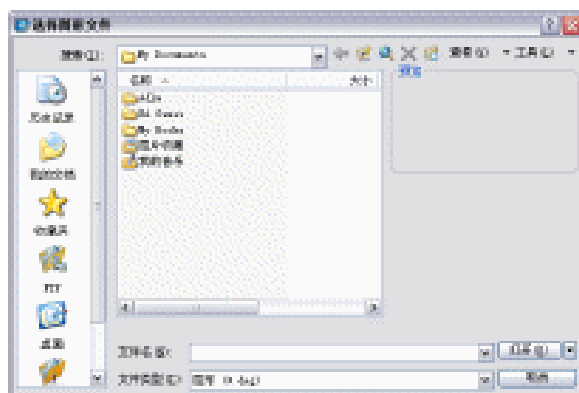

图 1-2-5
(2) 在该对话框中单击“浏览”按钮，系统打开如图 1-2-5 所示“选择图形文件”对话框，在该对话框中选择需插入的图形文件，单击“打开”按钮。